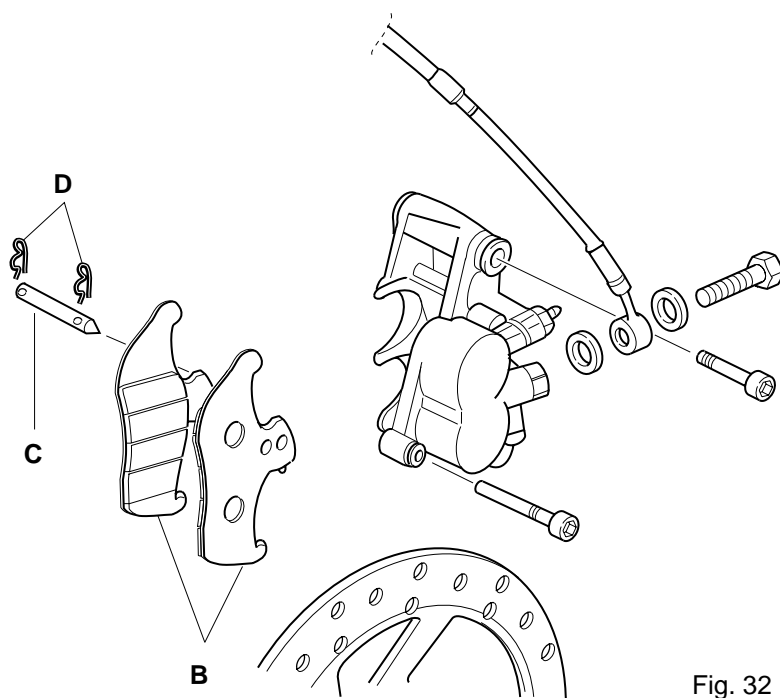

Fig. 32
2. Per raggiungere le pastiglie dei freni, si rimuove dapprima la ruota anteriore, vedi capitolo "Ruota anteriore". Separare poi le pastiglie "B" (Fig.32) il più possibile l'una dall'altra. Togliere le 2 copiglie "D", sfilare il pernetto "C" (Fig.32) e rimuovere le pastiglie. Montare quelle nuove. Fare attenzione affinché il montaggio sia corretto. Controllare il funzionamento del freno con la ruota montata, facendo girare la ruota stessa. Per raggiungere la massima efficienza di frenatura si consiglia di seguire un periodo di rodaggio per le pastiglie.
2. To gain access to the brake pads, first remove the front wheel as described under the heading "Front wheel". Then begin by separating the brake pads "B" (Fig.32) as far apart as possible. Remove the split "D", the pin "C" (Fig.32) and remove the pads. Fit new pads. Take care to fit the new pads correctly. After fitting the wheel, spin it and check the performance of the brake. To achieve the best possible brake performance, run the pads in gently and carefully.
2. Zum Aus-/Einbau der Bremsbeläge muß das Vorderrad ausgebaut werden, s. Abschn."Vorderrad". Da-nach zuerst die beiden Bremsbeläge "B" (Abb.32) möglichst weit auseinanderdrücken. Den Splint "D" und den Spannstift "C" (Abb.32) entfernen und die Bremsbeläge herausnehmen. Beim Einbau der Beläge auf vorschriftsmäßige Sitz achten. Die Funktion der Vorder-radbremse bei eingebautem Rad kontrollieren - das Rad muß sich leicht und frei drehen. Um beste Brems-wirkung zu erzielen, sollten neue Bremsbeläge vorsichtig und ohne Gewaltbremsungen eingefahren werden.
2. Pour accéder aux garnitures, il faut déposer la roue avant, selon le chapitre "Roue avant". Ecartez autant que possible les garnitures "B" (Fig.32) l'une de l'autre. Enlevez les deux goupilles "D", le pivot "C" (Fig.32) et déposez les garnitures. Posez des garnitures neuves, en veillant à les installer correctement. Vérifiez le fonctionnement du frein en faisant tourner la roue. Pour la meilleure force de freinage, il convient de roder les garnitures avec la plus grande prudence.